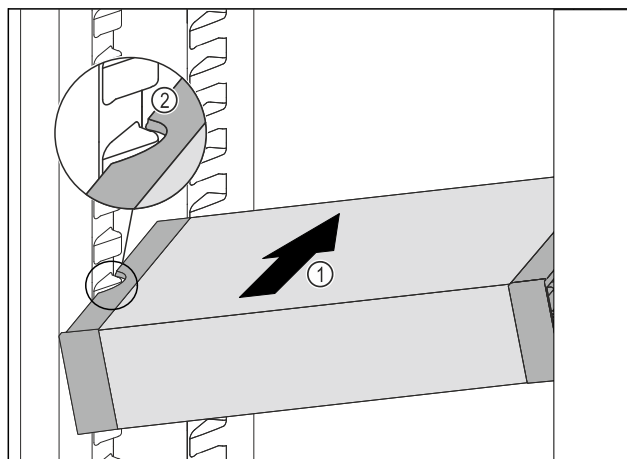

Fig. 105
- Вставити висувний ящик VarioSafe під кутом в охолоджувальне відділення Fig. 105 (1), доки бокові поглиблення Fig. 105 (2) VarioSafe не будуть розташовуватися на рівні ребра для ємності в охолоджувальному відділенні.